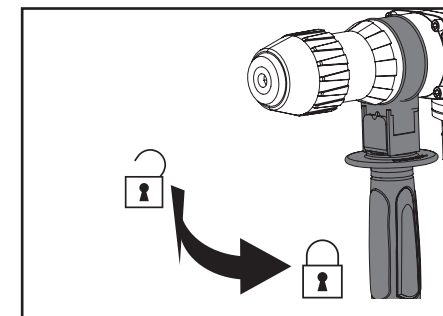

Abb. 3
1. Durch Drehen des Griffs lösen Sie die Schelle und schieben Sie diese in die Nuten am Hals des Bohrhammers (siehe Abb. 3).
- Ziehen Sie den Griff in der gewünschten Position an, und zwar durch Drehen nach Abb. 3. Durch Sicherung vom Griff wird auch der Tiefenanschlag gesichert.